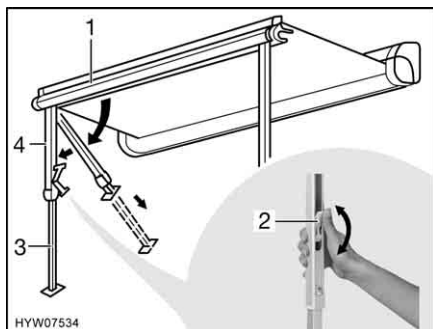

Fig. 24 Installazione dei montanti di supporto
- Estrarre i montanti di supporto (Fig. 24,4) dal listello anteriore (Fig. 24,1) ribaltandoli e montarli.
- Aprire il bloccaggio sui montanti di supporto. A tal fine ripiegare la leva di serraggio (Fig. 24,2) verso l'alto.
- Estrarre la parte inferiore dei montanti di supporto (Fig. 24,3) fino alla lunghezza desiderata.